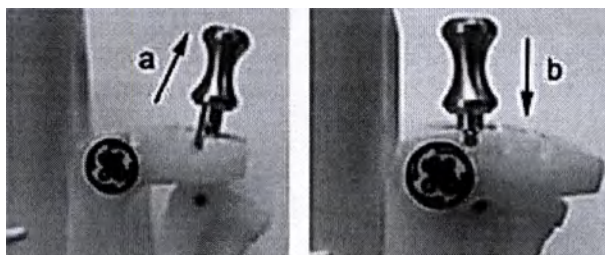

Рис. 1-39. Потяните штырь вверх и нажмите на него
2. Потяните штырь (Рис. 1-39 а), чтобы свободно перемещать крепление направляющей. Совместите штырь с выбранным положением крепления направляющей иглы.
Вставьте штырь (Рис. 1-39 b) в нужное гнездо, чтобы зафиксировать положение угла крепления направляющей.